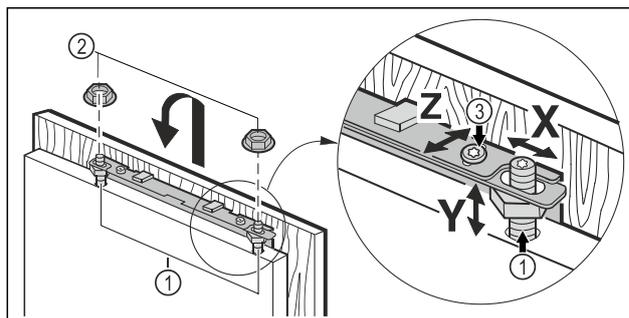

Fig. 46
- Accrocher la porte du meuble aux boulons de réglage Fig. 46 (1) et visser les contre-écrous Fig. 46 (2) sans serrer sur les boulons de réglage.
- Régler la porte du meuble à la hauteur Y et ajuster l'inclinaison latérale : Régler les boulons de réglage Fig. 46 (1) avec un tournevis.
- Serrer les contre-écrous Fig. 46 (3).